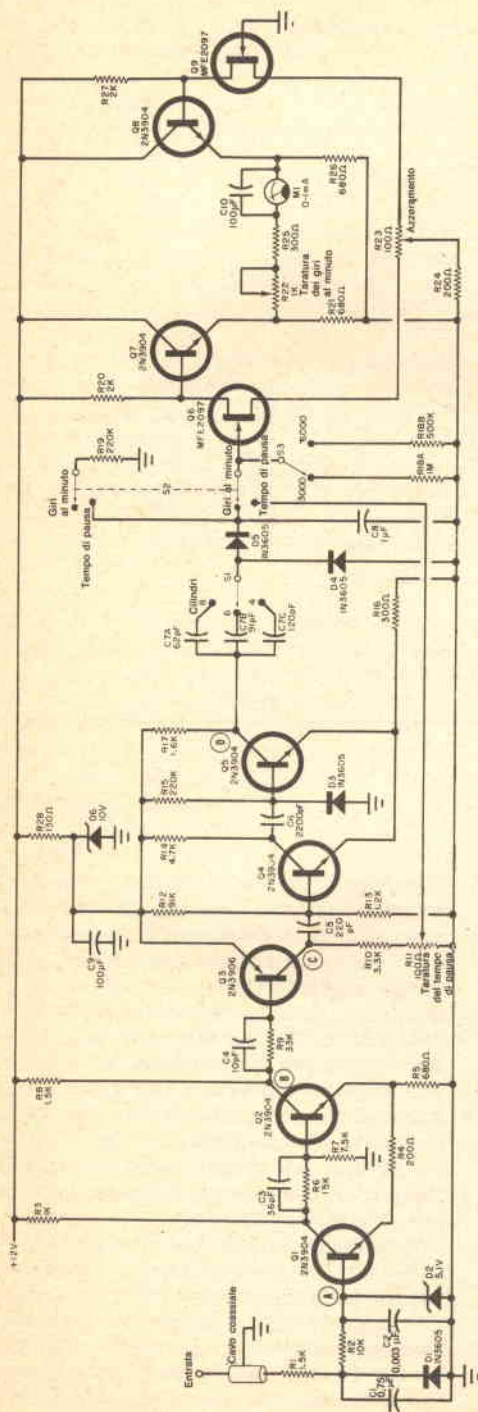

Fig. 3 - Schema dello strumento. Progettato per veicoli con negativo a massa, può essere usato per il 94% circa delle autovetture circolanti.
**PARTICOLARI DEL CIRCUITO** - Lo strumento che descriviamo ed il cui schema è riportato nella *fig. 3*, è stato progettato per motori con negativo della batteria a massa, del tipo presente cioè nella maggior parte delle autovetture.